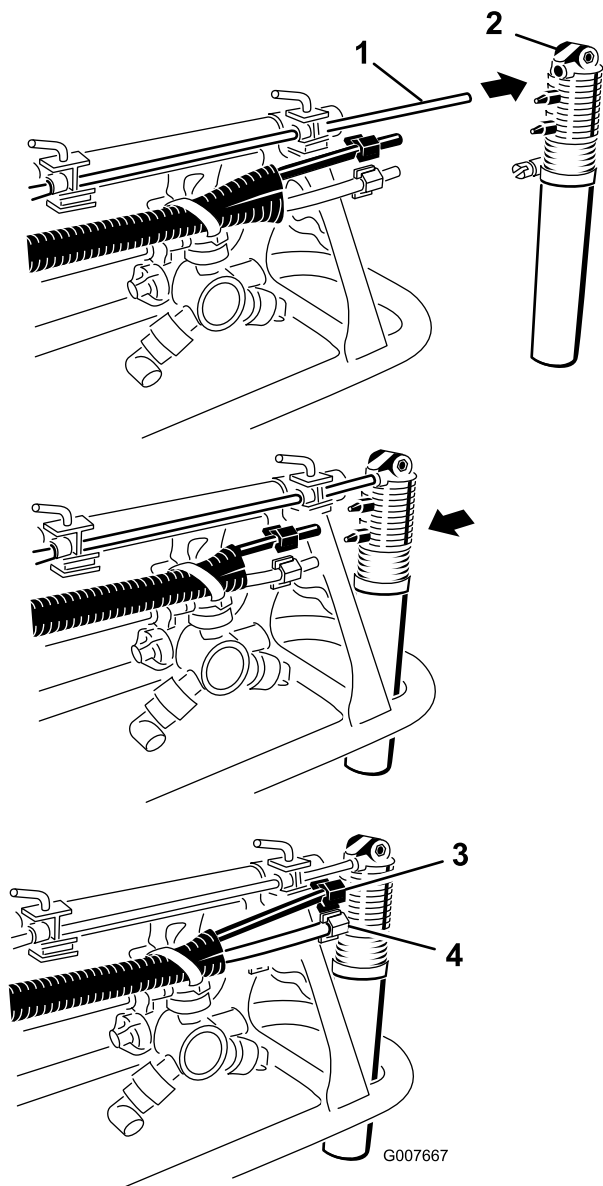

Bild 21
- Finden Sie die Schaumdüsen in den losen Teilen. Befestigen Sie eine Düse an der Befestigungsstange, wie in **Bild 21** abgebildet.